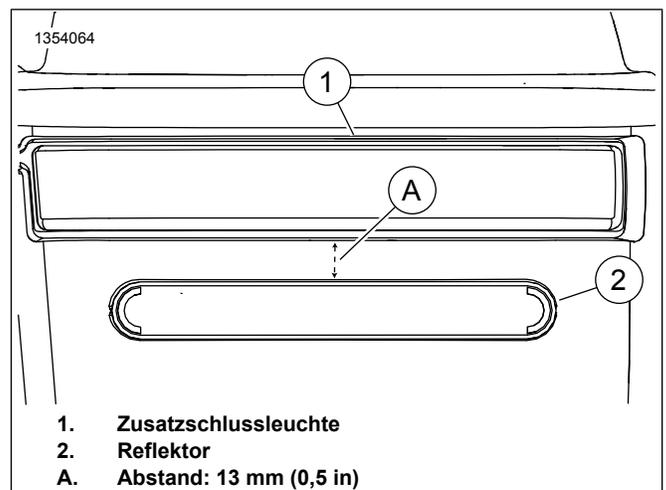

Abbildung 8. Reflektoranordnung
- Siehe Abbildung 8 >. Den Reflektor (2) an der Rückseite der Satteltasche zentriert und Abstand: 13 mm (0,5 in) unter der Zusatzschlussleuchte (1) anbringen.